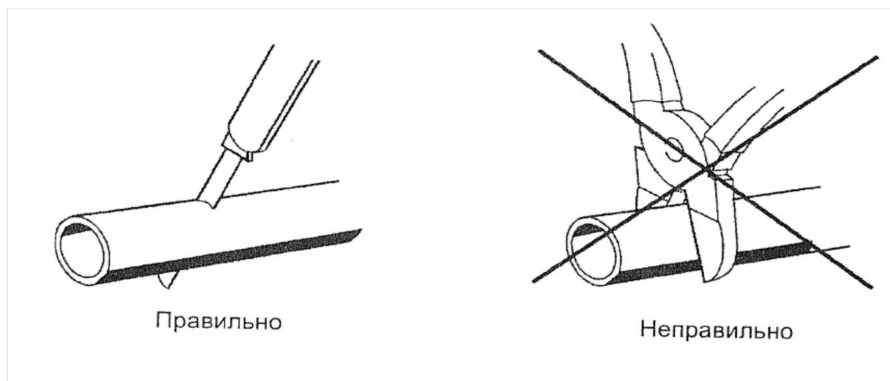

Рис. 8 Рекомендации по обрезке трубопроводов
7.5.2.1 При монтаже топливопроводов перегибы соединительных муфт недопускаются. При монтажных работах отрезку топливопровода производить только острым ножом согласно рис.8